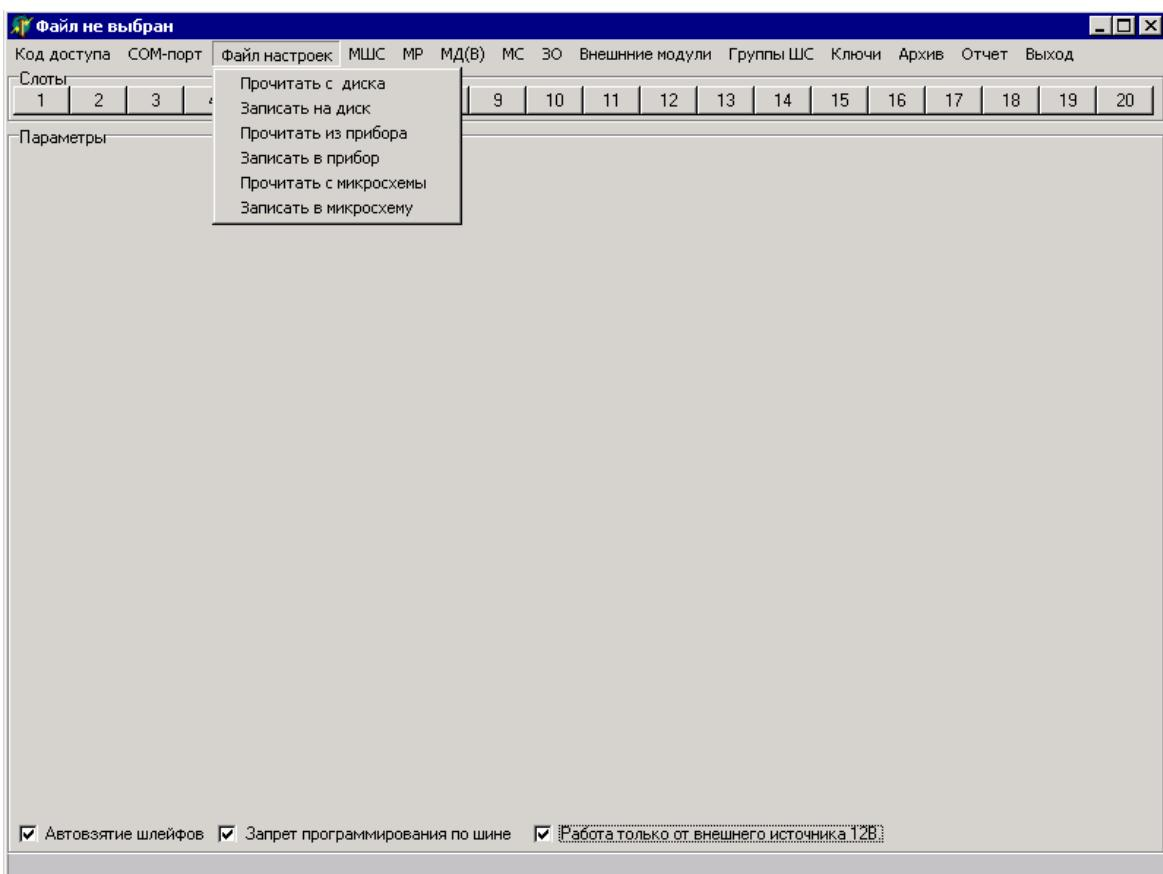
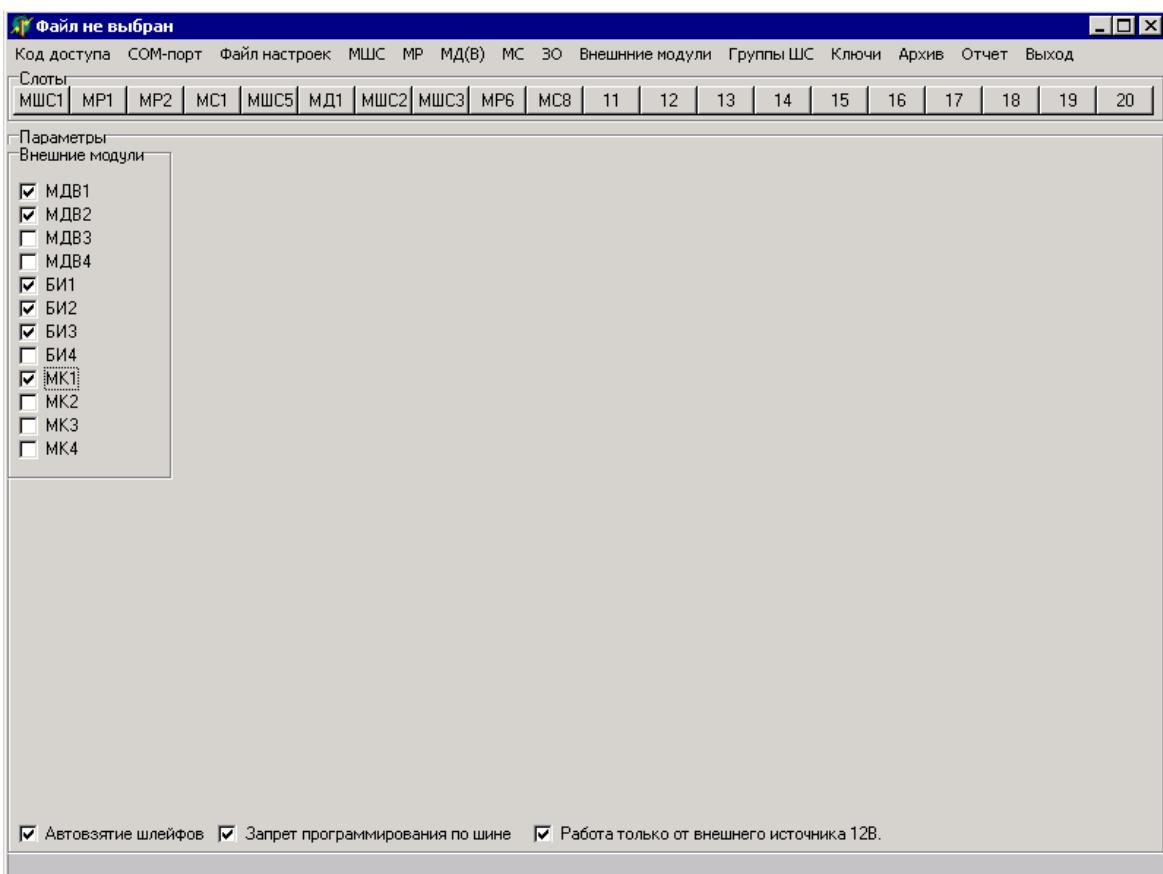

Рисунок 4
Рисунок 6
Внимание! Для включения функции программирования прибора по внешнейшине необходимо сначала установить микросхему памяти прибора в МВ и на панели «Внешние модули», которая появляется в основном окне программы A7prog.exe в результате выполнения команды главного меню программы «Внешние модули», отметить значком « \checkmark » МК1 (рисунок 6), после чего записать файл настроек в микросхему памяти прибора, установленную в МВ (команда главного меню программы «Файл настроек \ Записать в микросхему», рисунок 4).
2.1.2.4 Программа предназначена для работы в трех режимах (рисунок 4):
2.1.2.5 Для автоматического восстановления охраны шлейфов сигнализации (далее по тексту – ШС) прибора после его перезапуска необходимо в нижней части основного окна программы установить флаг «Автовзятие шлейфов» (рисунок 4).
Если питание прибора осуществляется от внешнего источника постоянного тока, необходимо в нижней части основного окна программы установить флаг «Работа только от внешнего источника 12В» (рисунок 4).
В списке внешних модулей необходимо отметить значком «√» те модули, которые реально подключены к прибору (рисунок 6):